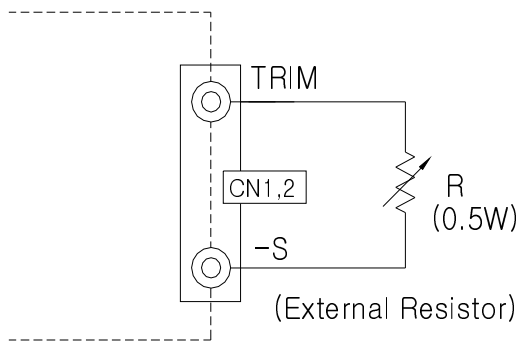

Fig. 6 출력 전압 trimming
- o CN1, CN2 Connector의 TRIM 과 -S 단자에 Fig.6와 같이 외부에 저항을 연결하여 출력 전압을 가변할 수 있습니다.